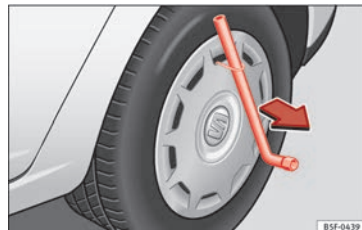

Fig. 64 Desmontar el tapacubos integral.
• Introduzca la llave para las ruedas en el gancho de alambre » fig. 64 y tire del tapacubos en el sentido que indica la flecha.